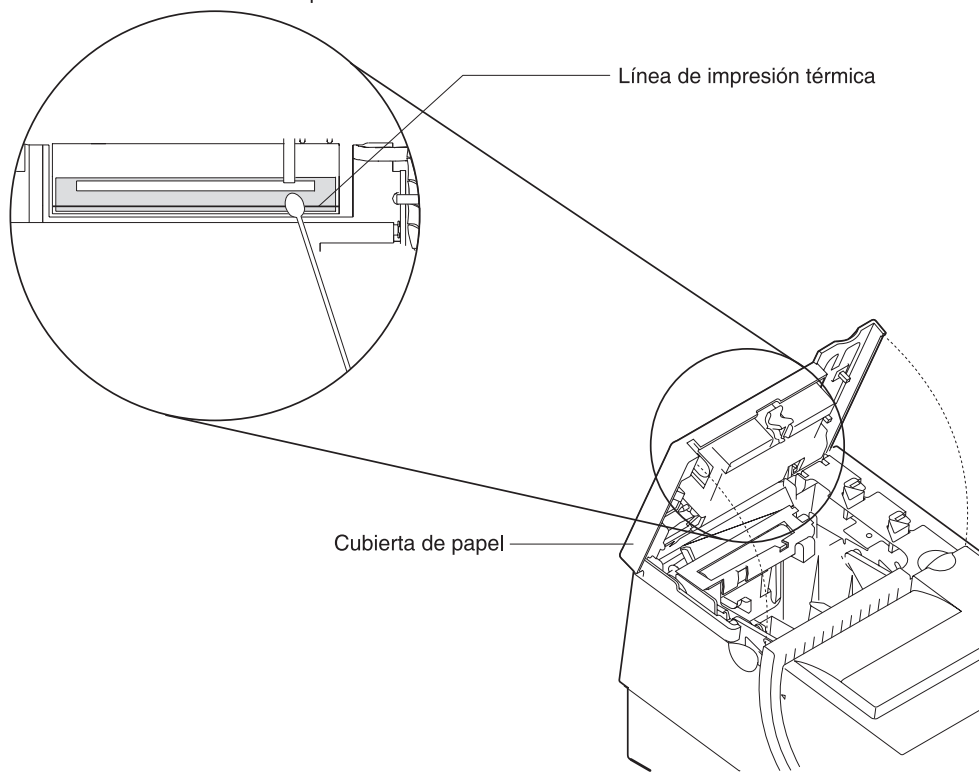

Figura 28. Cabezal de impresión térmico y el área de línea de impresión
2. Utilizando un bastoncillo de algodón mojado en alcohol isopropílico, frote con cuidado el cabezal de impresión varias veces en su línea de impresión y en el área que lo rodea. Consulte Figura 28 en la página 45.